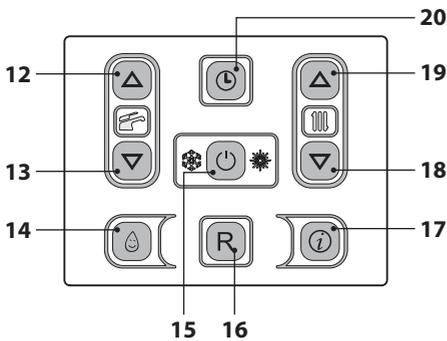
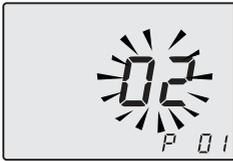

Figura 8.3
Figura 8.4
- Entre en la "modalidad de programación" pulsando simultáneamente durante 10 segundos los botones 15 - 18 - 19 (Figura 8.3) hasta que aparezcan en el display LCD las letras **P01** y el valor del parámetro, indicando que se ha entrado en el "parámetro 01" (Figura 8.4).
- Pulsando el botón 15 (Figura 8.3) se confirma el valor introducido.